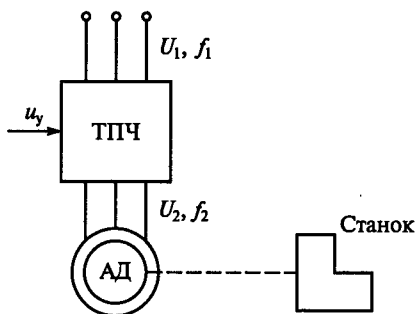

Рис. 264
**11.33.** В схеме на рис. 264 асинхронный короткозамкнутый электродвигатель (АД) питается от тиристорного преобразователя частоты (ТПЧ) и работает по естественной механической характеристике при  $f_2 = f_1 = 50$  Гц. Как, используя сигнал управления  $u_y$ , надо изменить частоту  $f_2$  для уменьшения скорости двигателя вдвое?
**11.34.** Какое торможение экономично для частотно-регулируемого асинхронного электропривода, схема которого показана на рис. 264?